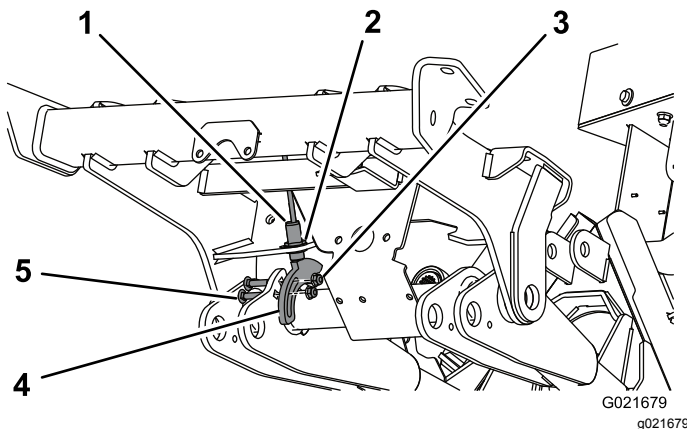

Figura 14
- Usando el taladro de la parte inferior del bastidor delantero, monte provisionalmente el interruptor de proximidad con las arandelas y las contratuercas (Figura 14).
- Posicione la placa del sensor según se muestra en Figura 14.